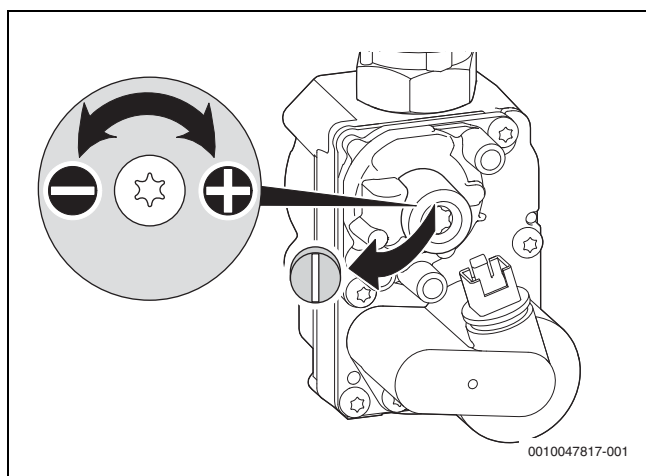

Fig. 53 Retrait du scellé de la vis de réglage
- ▶ Si la valeur se situe entre 0 et -0,1 mbar, régler la pression différentielle comme indiqué ci-dessous (→ Figure 53).